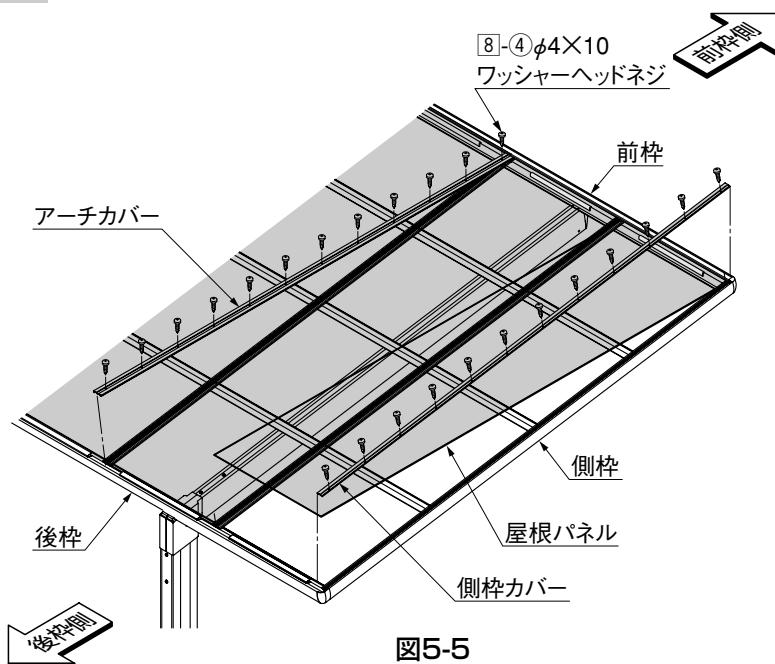

図5-5
- ① アーチカバー・側杣カバーを前杣に突き当てて、前杣側からアーチに[8]-④で取付けてください。(図5-5参照)